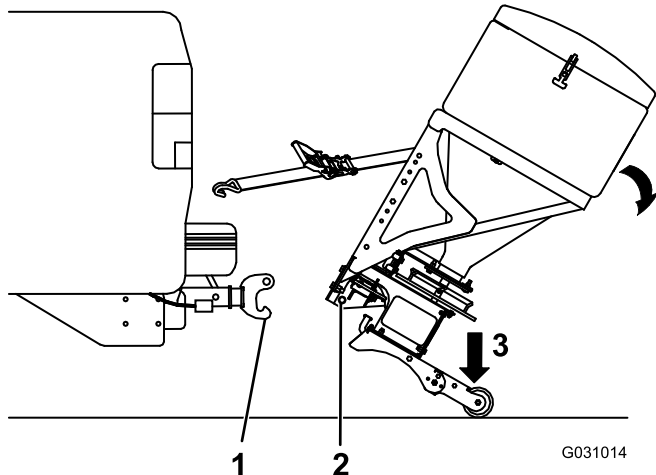

Bild 11
- Halten Sie den Streuer fest und treten Sie auf die Haltevorrichtung, um ihn nach hinten zu kippen, bis sich der untere Bolzen der RT3-Halterung auf Höhe des Hakens an der RT3-Kupplung befindet (Bild 11).